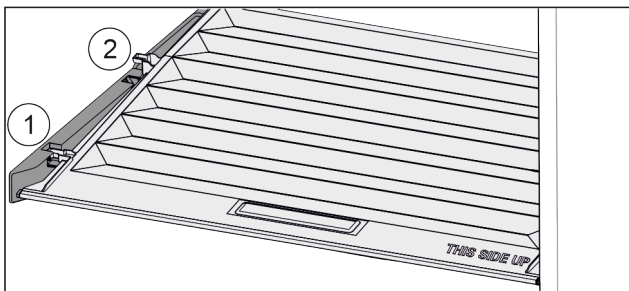

Fig. 35
- Deksel tot de opening in de vasthoud delen naar voren trekken Fig. 35 (1).
- Aan de achterkant vanaf de onderkant omhoog tillen en vanaf de bovenkant verwijderen Fig. 35 (2).